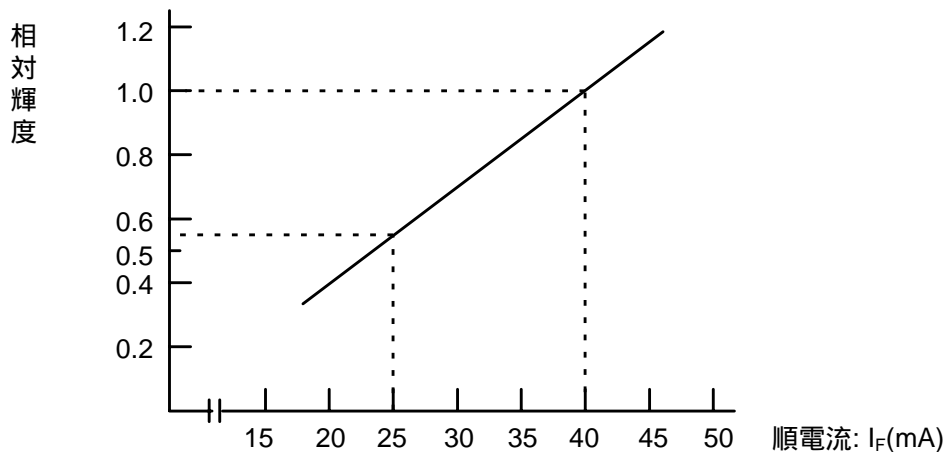

図 12 順電流-輝度特性( $T_a=25^\circ\text{C}$ )
この抵抗値の場合、25℃では順電流が25 mAより少なくなります。また、LEDバックライトの表面輝度は図12のように順電流に変化します。従って1.8 (4) 輝度( $I_F=40$  mA)に比べて約40%の輝度になります。